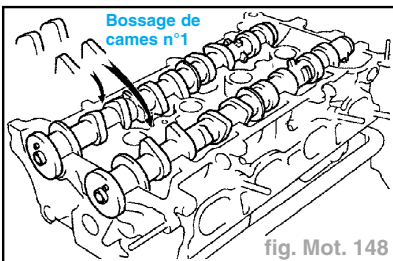

fig. Mot. 148
- Poser les 2 arbres à cames sur la culasse en plaçant les lobes de came n°1 dans la position indiquée sur le schéma (fig. Mot. 148).